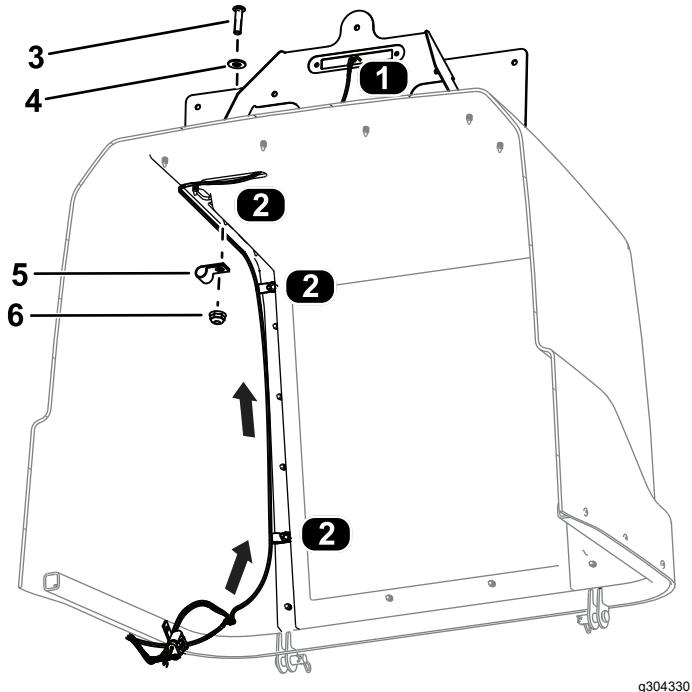

Bild 32
10. Verlegen Sie den mit NUMMERNSCHILDLEUCHTE (P14) gekennzeichneten Kabelbaumanschluss durch die Haube und schließen Sie ihn an der Kennzeichenbeleuchtung an (Bild 32).
11. Befestigen Sie den Kabelbaum mit drei Innensechskantschrauben ($\frac{1}{4}$ " x 1"), drei Unterlegscheiben, drei Klemmen und drei Bundmuttern ($\frac{1}{4}$ ") an der Haube, wie in Bild 32 dargestellt.